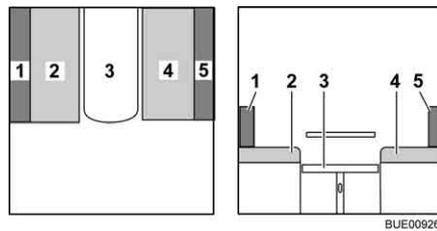

Bild 89 Während des Umbaus
- Das Rückenpolster (Bild 89,5) abnehmen und beiseite legen.
- Das Sitzpolster (Bild 89,2) zur Mitte ziehen.